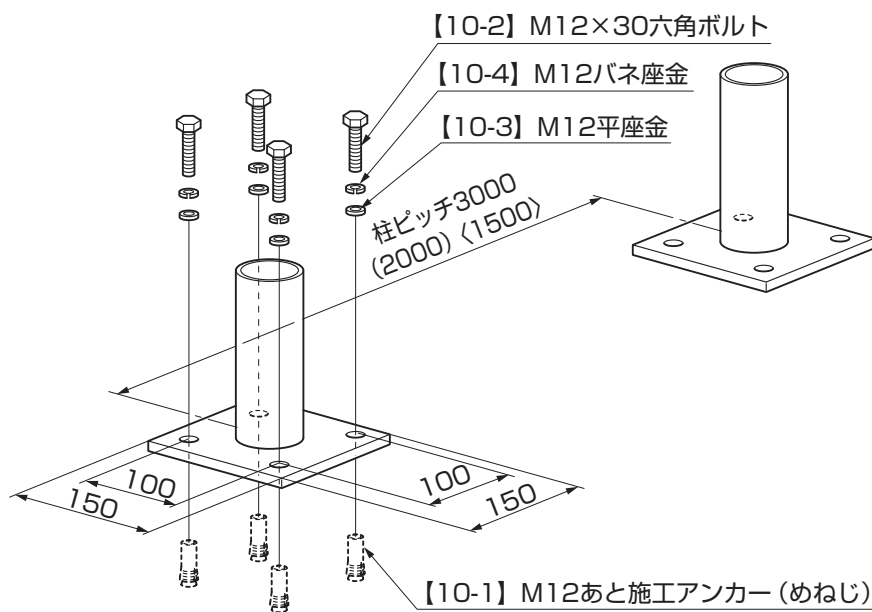

図2-2
- ①図2-2の寸法位置に $\phi 18$ のコンクリートドリルで穴をあけ、【10-1】を打込んでください。
- ②ベースプレート用支柱を穴にあわせ、【10-2】、【10-3】、【10-4】で固定してください。